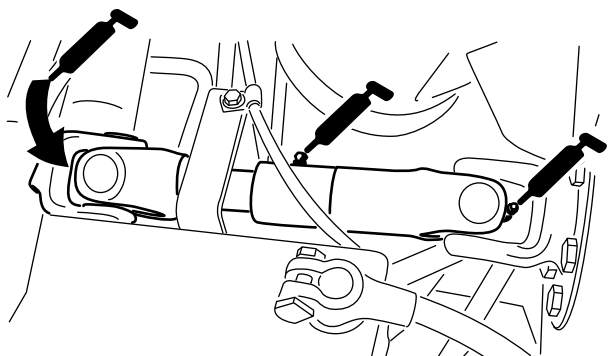

Рисунок 44
- Универсальный шарнир приводного вала насоса (3 шт.) (Рисунок 44)